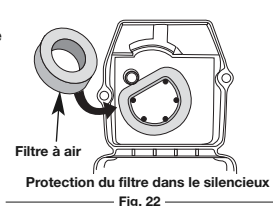

Fig. 22
- Retournez le couvercle et inspectez l'intérieur pour repérer le filtre à air. Retirez le filtre à air de l'intérieur du couvercle du filtre à air/silencieux (Fig. 22).
- Remplacez le filtre à air dans le filtre à air/couvercle du silencieux (Fig. 22).